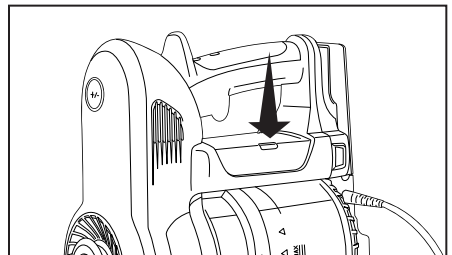

Fig. 4
2. Enchufe el cargador de la batería en la Estación de Almacenamiento/Carga y a un tomacorriente (Fig. 3). La luz indicadora de la batería será roja mientras la batería se esté cargando. Cuando la luz indicadora esté azul, la batería estará completamente cargada (Fig. 4). El tiempo de carga es de 4 a 5 horas aproximadamente.